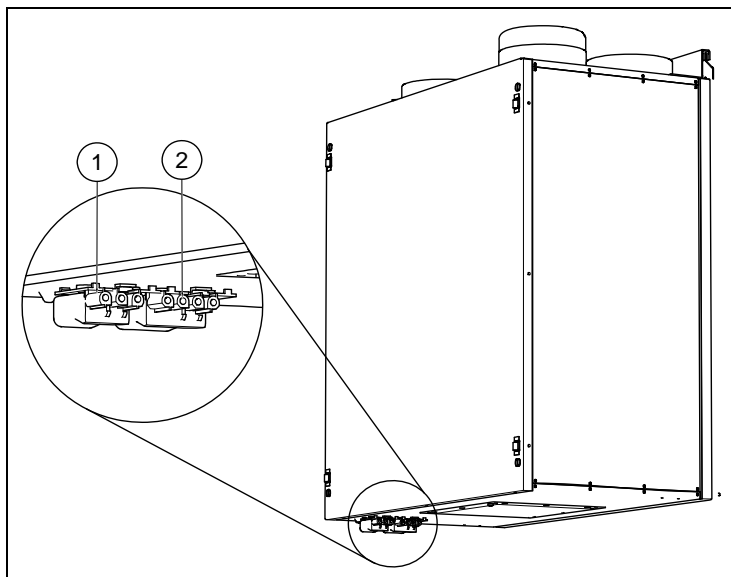

Fig. 10
Den 3-poliga kontakter (pos.1, **fig.10**) används till belysningen på spiskåpan och den 4-poliga kontakten används till regleringens styrsignal. Om spiskåpa ej används och hastighetsregleringen styrs med en extern reglering så används inte den 3-poliga kontakten. Se också medföljande kopplingsschema.